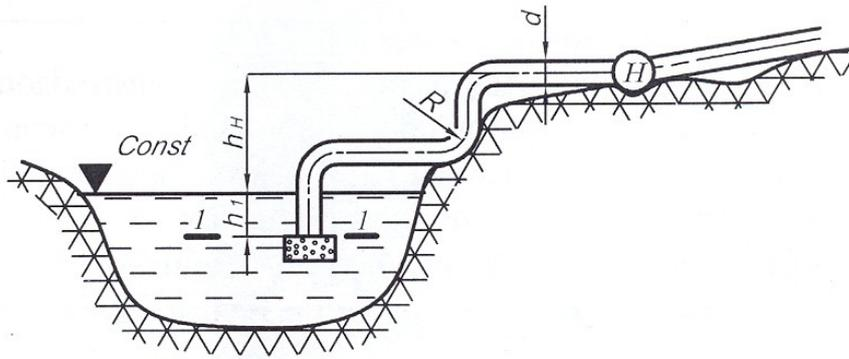

Рис. 6.1.
6.1. На берегу реки предполагается устроить насосную станцию (рис. 6.1) для подачи воды из реки для ГЭС,  $Q$  выбирается по вариантам. Высота оси насоса над уровнем воды в реке  $h_n = 4 \text{ м}$ . Длина всасывающей трубы  $l$  выбирается по вариантам, трубы чугунные новые ( $k = 4,46$ ,  $\Delta = 0,5 \text{ мм}$ ).